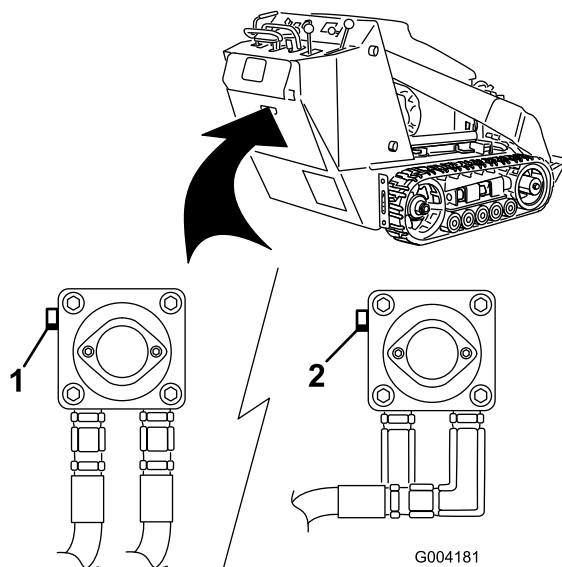

Рисунок 23
3. Используя гаечный ключ, дважды поверните буксировочные клапаны на гидравлических насосах против часовой стрелки (Рисунок 23).